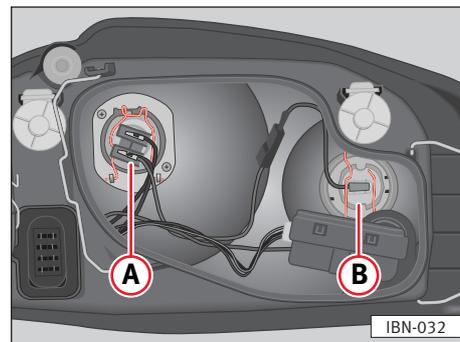

Fig. 150
- Staccare la spina cavi della lampadina ⇒ fig. 150 Ⓐ
- Collocare il coperchio di plastica e collocare i sostegni ②.